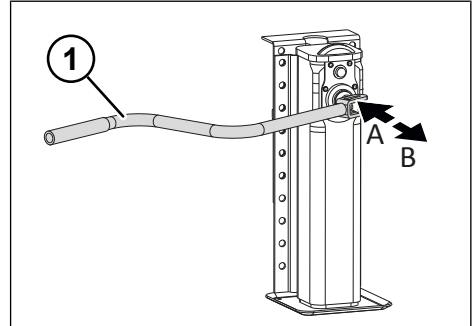

Fig. 5-5: Marcia lenta e marcia rapida del supporto posteriore
- ▶ Inserire la marcia rapida estraendo la manovella (vedere "Fig. 5-5: Marcia lenta e marcia rapida del supporto posteriore", p. 25).
- ▶ Inserire la marcia lenta premendo verso l'interno la manovella (vedere "Fig. 5-5: Marcia lenta e marcia rapida del supporto posteriore", p. 25).